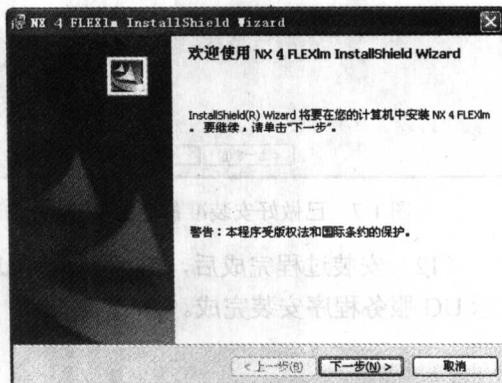

图 1-4 服务程序正常安装界面
(6) 若检测无错误则进入服务程序正常安装界面，如图 1-4 所示。